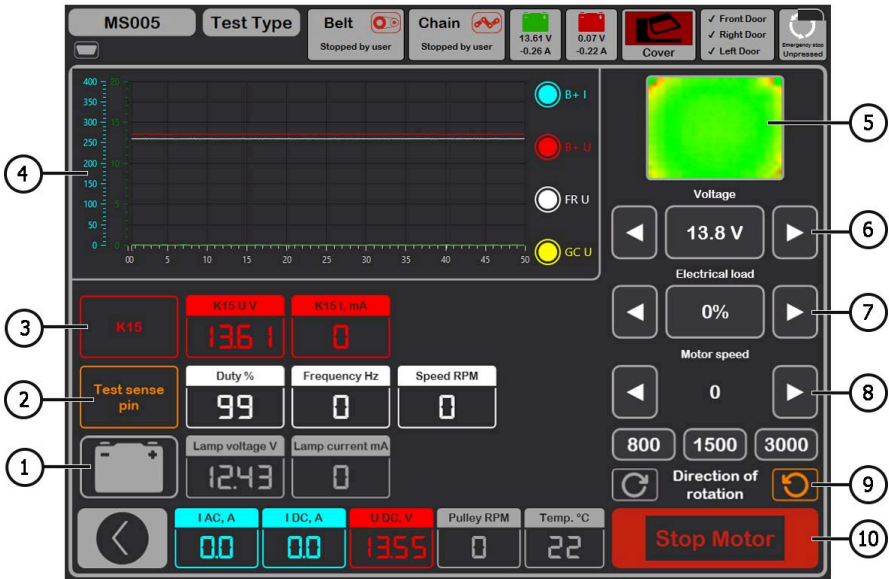

Abbildung 23. Menü des Generatorprüfmodus
Im Diagnosemodus eines beliebigen Generatortyps können auf dem Bildschirm folgende Informationen angezeigt werden (Abb. 23):
5.2. Wenn der Generator über eine Kontrollleuchte verfügt (Generatoren mit Anschluss **L (D+, I, IL oder 61)**), muss die Kontrollleuchte aufleuchten (siehe Pos. 1, Abb. 23).